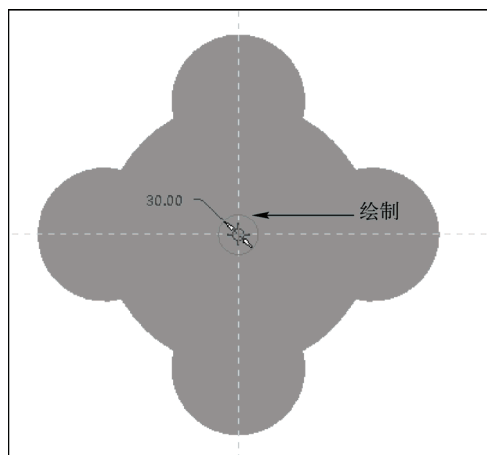

图 8-64 绘制第一个草绘截面
STEP 05 弹出“方向”菜单管理器, 选择“确定”选项, 弹出“草绘视图”菜单管理器, 选择“默认”选项, 进入草绘环境, 单击“草绘”选项卡中的相应按钮, 绘制第一个草绘截面, 如图 8-64 所示。